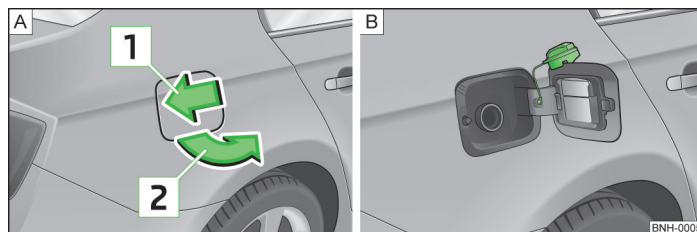

Fig. 95 Parte trasera del vehículo, lado derecho: Tapa del depósito/tapa del depósito con el tapón enroscado
En un adhesivo pegado en el lado interior de la tapa del depósito se indican el tipo adecuado de combustible para su vehículo, así como el tamaño de neumático y la presión de inflado del mismo » fig. 95 - B.
En el lado interior de la tapa del depósito existe una rasqueta » fig. 95 - B para retirar la nieve y el hielo de las ventanillas y los espejos » página 121, *Cristales de ventanilla y espejo retrovisor*.
- Presionar la tapa del depósito en el sentido de la flecha 1 » fig. 95.
- Desenroscar hacia la izquierda el tapón de cierre del depósito y colocarlo desde arriba en la tapa del depósito » fig. 95 - B.